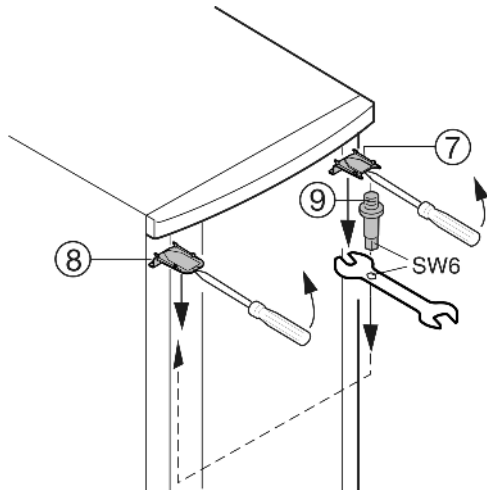

Fig. 5
- ▶ En haut, déclipser le cache Fig. 5 (7) et le cache Fig. 5 (8) avec un tournevis et les enlever inclinés vers le bas.
- ▶ Retirer les pivots d'appui Fig. 5 (9) et les visser du côté opposé, **(avec un couple de serrage 4 Nm)**. Pour ce faire, avoir recours à la clé à six pans de la clé à fourche jointe.
- ▶ Remonter le cache Fig. 5 (7) sur le côté où se situe la charnière : l'insérer par l'arrière et l'encliquer sur l'avant.
- ▶ Monter le cache Fig. 5 (8) sur le côté opposé : l'insérer par l'arrière et l'encliquer sur l'avant.
- ▶ Enclencher la porte sur le pivot d'appui Fig. 5 (9) et fermer la porte.